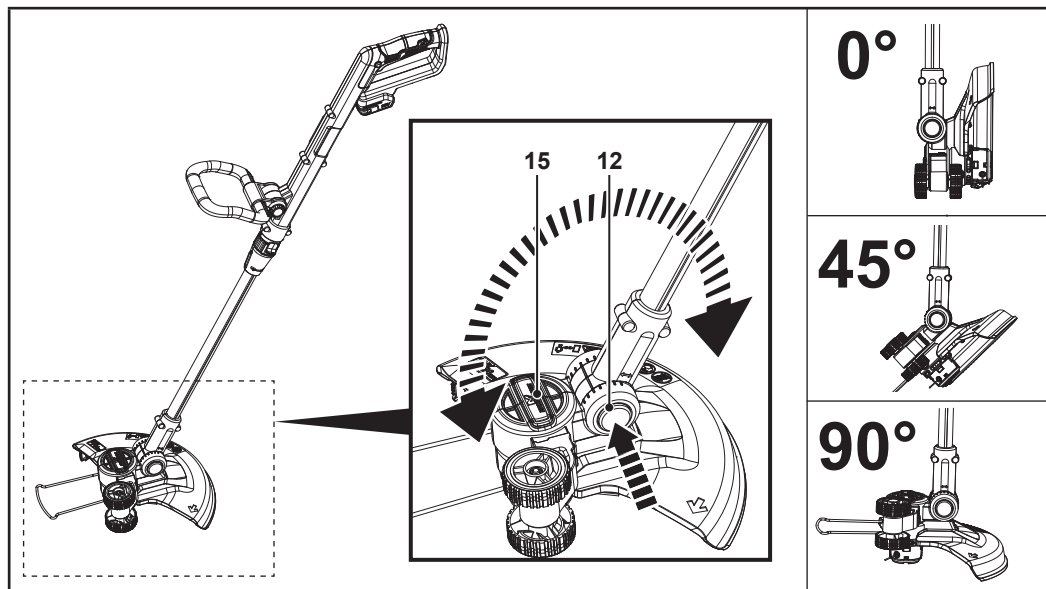

Rys. 7
1. Wcisnąć blokadę regulacji kąta (8) (rys. 7).
2. Obrócić górną część wsiężnika (5) o 90° (rys. 7).
3. Zwolnić blokadę regulacji kąta (8).
4. Upewnić się, że górną część wsiężnika (5) jest zablokowana w odpowiednim miejscu.